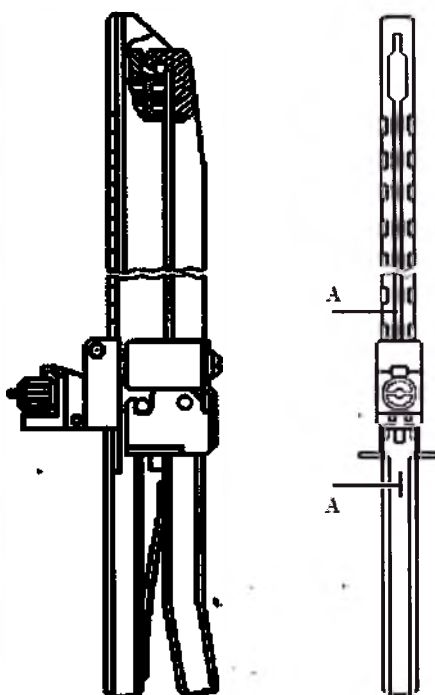

Рисунок 1 —Общий вид ушивателя
2.1. Ушиватель легкого УТЛ – 110 (в дальнейшем – ушиватель) (рисунок 1) предназначен для ушивания ткани легкого и органов пищеварительного тракта механическим скобочным швом..